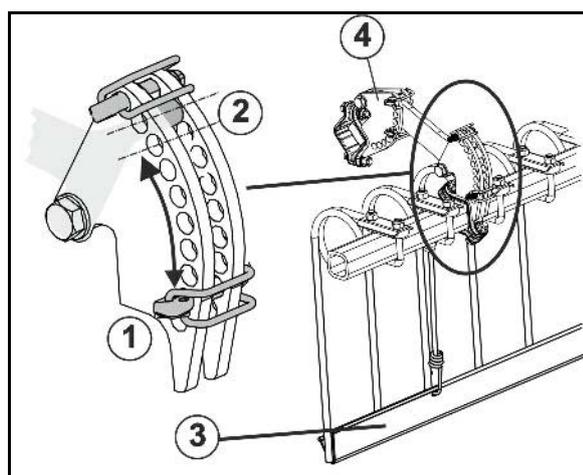

Fig. 46
- Verkehrsicherungsleiste (Fig. 46/3) montieren.
- Zinken mit Absteckbolzen (Fig. 46/1) in Position 2 festsetzen.